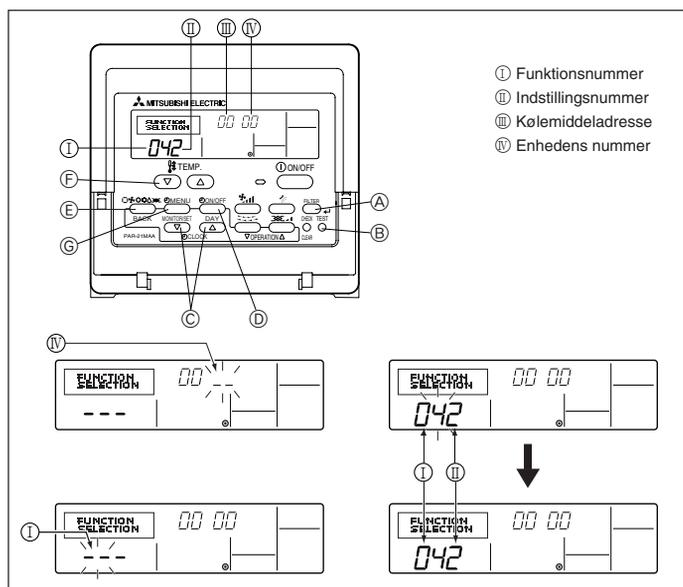

Fig. 6-8
1) Til ledningsbetjent fjernbetjening (Fig. 6-8)
- ① Gå til funktionsindstilling